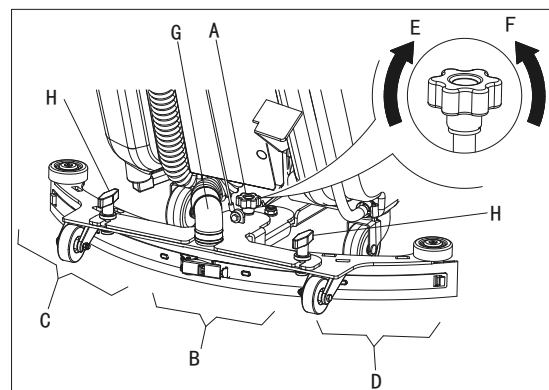

Figure 6
1. Installer la raclette et visser l'écrou (H), puis raccorder le tuyau d'aspiration (G) à la raclette.
2. Régler la raclette par la molette de réglage de la raclette (A, Figure 6).
- a) S'il y a un écart entre le sol et section centrale de la lame arrière de la raclette (B), régler le bouton (A) dans le sens antihoraire (F) jusqu'à ce que toute la section de lame arrière de la raclette ait un excellent contact avec le sol, la lame avant touchant légèrement le sol.
- b) S'il y a un écart entre le sol et les deux extrémité de la lame arrière (C et D), régler le bouton (A) dans le sens horaire (E) jusqu'à ce que toute la section de lame arrière ait un excellent contact avec le sol, la lame avant touchant légèrement le sol.